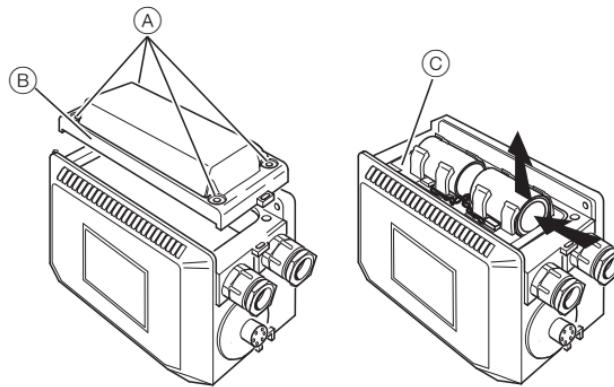

Рис. 3.7 Снятие крышки с AquaMaster
2. Отсоедините и извлеките кабель датчика (A).
3. Снимите и уберите кабельный ввод (B).
4. Вставьте кабель с гнездовым разъемом в AquaMaster и подключите гнездовой разъем (MGFA0609-S) (C).
5. Подключите кабель датчика (D).
6. Установите обратно крышки – см. Рис. 3.7, стр. 12.
1. Установите обратно крышки – см. Рис. 3.7, стр. 12.
2. Отсоедините и извлеките кабель импульсного выхода (A).
4. Вставьте кабель с гнездовым разъемом в AquaMaster и подключите гнездовой разъем (MGFA0609-O) (C).